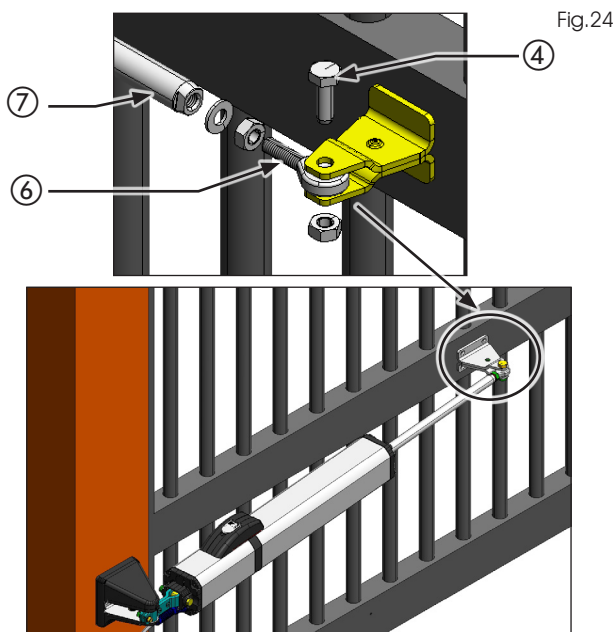

Fig.24
2. Verwijder de schroef in Fig. 24 ref. ④ uit de voorste bevestiging
3. Verwijder het scharnier (Fig. 24 ref. ⑥) uit de stang van de aandrijving (Fig. 24 ref. ⑦).